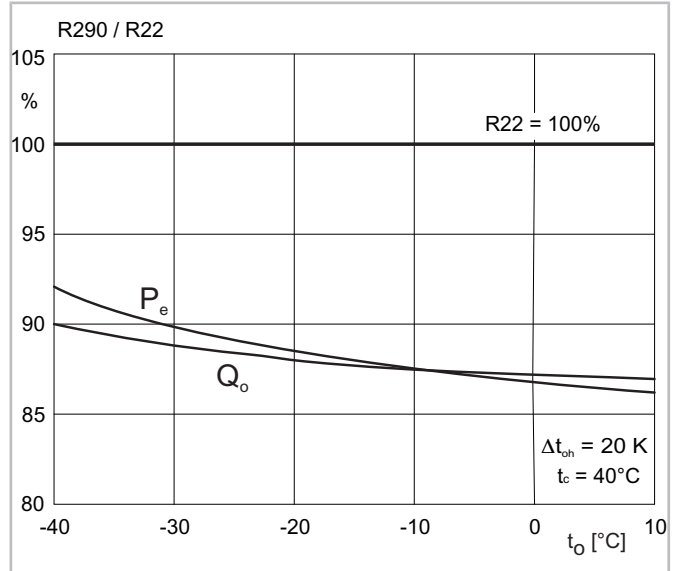
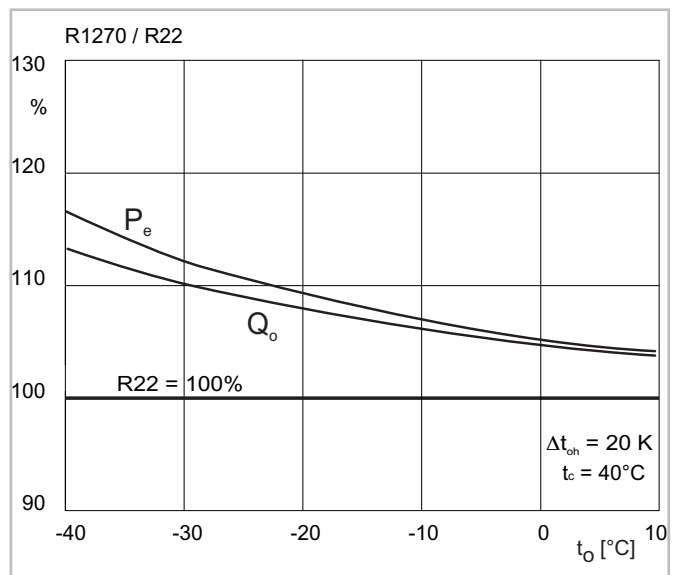

Abb. 7: Leistungsvergleich R290/R22 bei sauggasgekühlten halbhermetischen Hubkolbenverdichtern
Abb. 8: Leistungsvergleich R1270/R22 bei sauggasgekühlten halbhermetischen Hubkolbenverdichtern
- Hinsichtlich der Leistungszahlen (COP) unterscheiden sich R290 und R1270 nur geringfügig von R22 (siehe Abbildung 7, Seite 10 und siehe Abbildung 8, Seite 10) und sind somit bei Normal- und Klimakühlung günstiger als R404A/R507A.